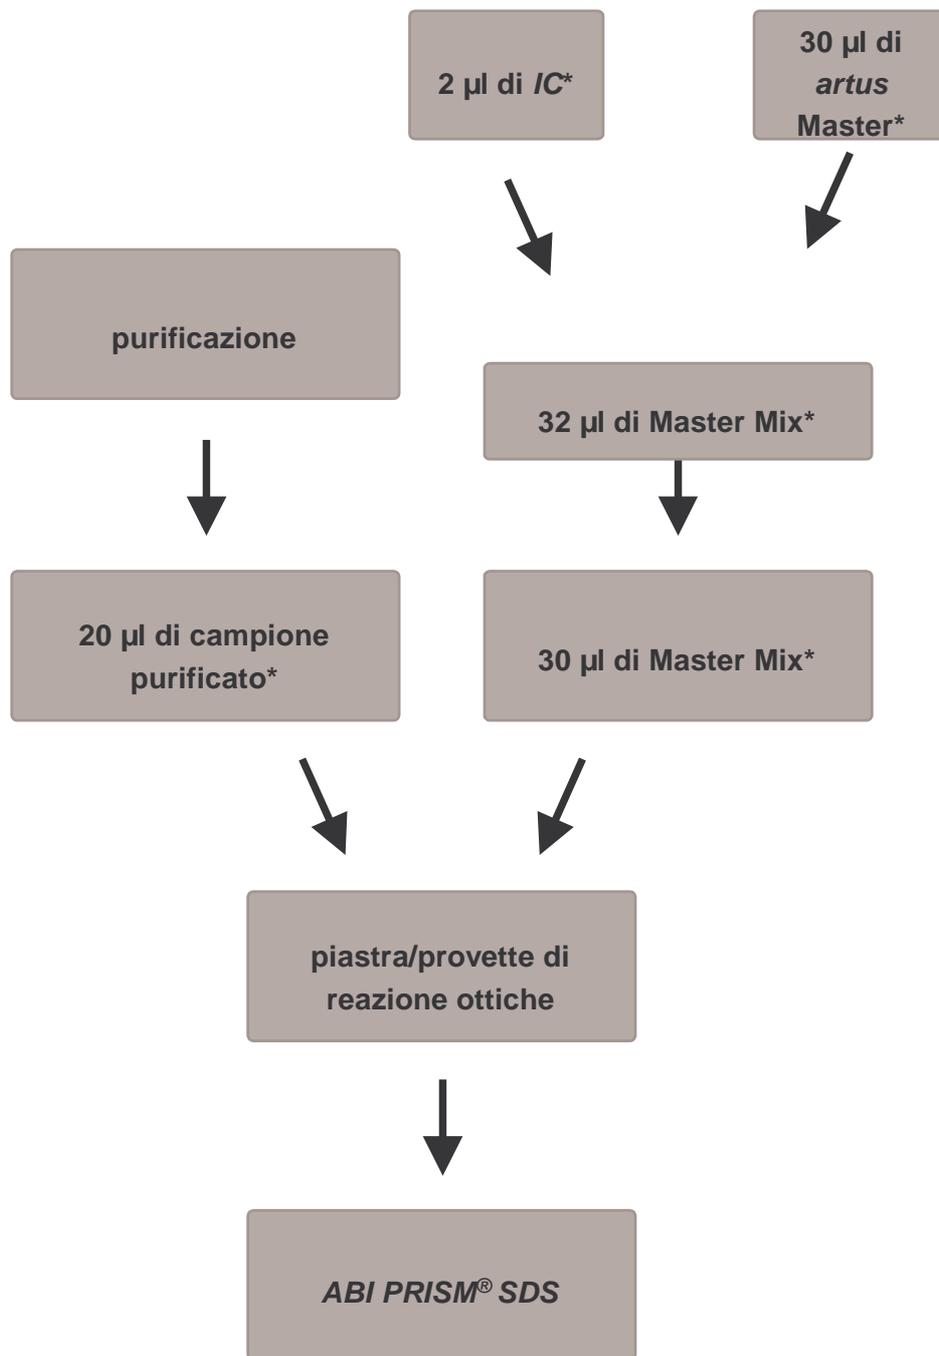

Fig. 2: Schema del ciclo di lavoro per il controllo dell'inibizione della PCR.
**controllo di una possibile inibizione della PCR** (vedi Fig. 2). A tale scopo aggiungere per ogni reazione 2  $\mu$ l di *Controllo interno* direttamente a 30  $\mu$ l di *VZV TM Master*. Per ogni reazione di PCR utilizzare 30  $\mu$ l di *Master Mix*\*, preparata come descritto sopra, quindi aggiungere 20  $\mu$ l di campione purificato. Se si desidera effettuare una corsa di PCR per più campioni, aumentare le quantità di *VZV TM Master* e di *Controllo interno* in base al numero dei campioni (vedi **8.4 Preparazione della PCR**).
Se si desidera utilizzare il *Controllo interno* **esclusivamente per la verifica di un'inibizione della PCR**, è necessario aggiungerlo direttamente al VZV *TM Master*. In tal caso attenersi al seguente schema di pipettamento (vedi anche panoramica schematica, Fig. 2):